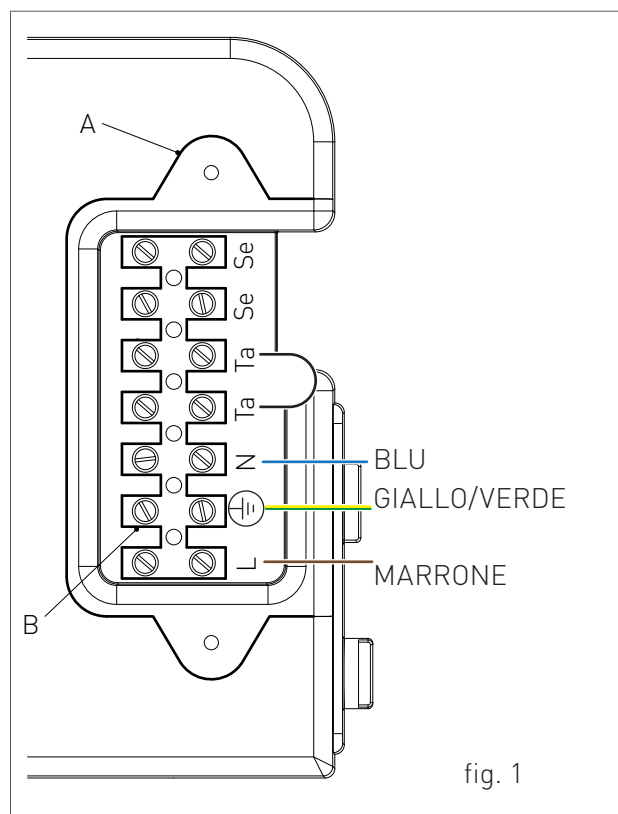

fig. 1
- › svitare le due viti e rimuovere il piastrino "A" (vedi fig. 1).
- › una volta rimosso il piastrino effettuare i seguenti collegamenti sulla morsettiera "B" (vedi fig. 1):
È necessario passare i cavi all'interno della caldaia attraverso i passacavi 'P1' e 'P2' posti sotto la dima (vedi fig. 1). A tal fine bisognerà eseguire un foro sul passacavo, dal diametro leggermente inferiore rispetto al cavo, in modo che non passi l'aria.